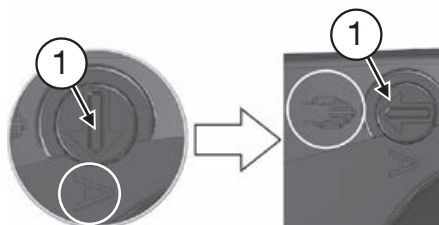

Fig. 15
2. Régler l'**interrupteur** (1) sur service manuel, en le **tournant** avec un tournevis **dans le sens des aiguilles d'une montre de 90°**, de telle manière que la flèche pointe sur le **symbole «main»** (fig. 15).